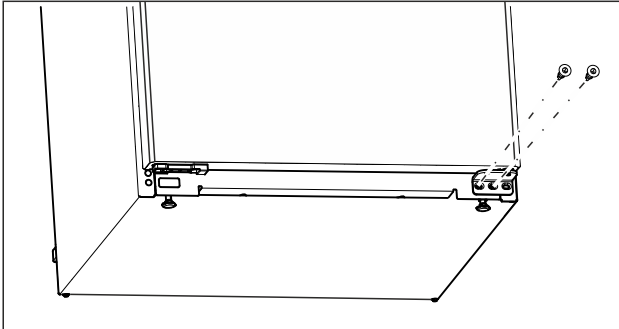

Fig. 6
- ▶ Apatinėje atraminėje gembėje išsukite vidurinę varžtą atsuktuvu Torx 20. (žr. Fig. 6)
- ▶ Apatinėje atraminėje gembėje išsukite vidinį varžtą atsuktuvu Torx 20. (žr. Fig. 6)